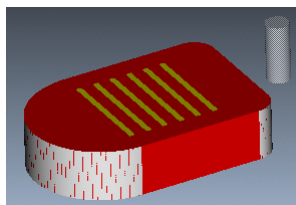

图 3.2.18 动态仿真
Step1. 在“轮廓铣削”操控板中，单击  按钮，系统弹出“VERICUT 7.1.5 by CGTech”窗口，单击  按钮，运行结果如图 3.2.18 所示。